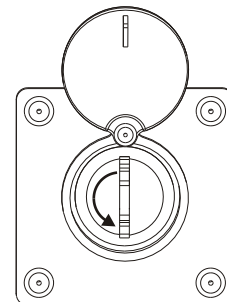

Fig.19
- Tourner la clé en sens horaire jusqu'à la serrer, (Fig 19)